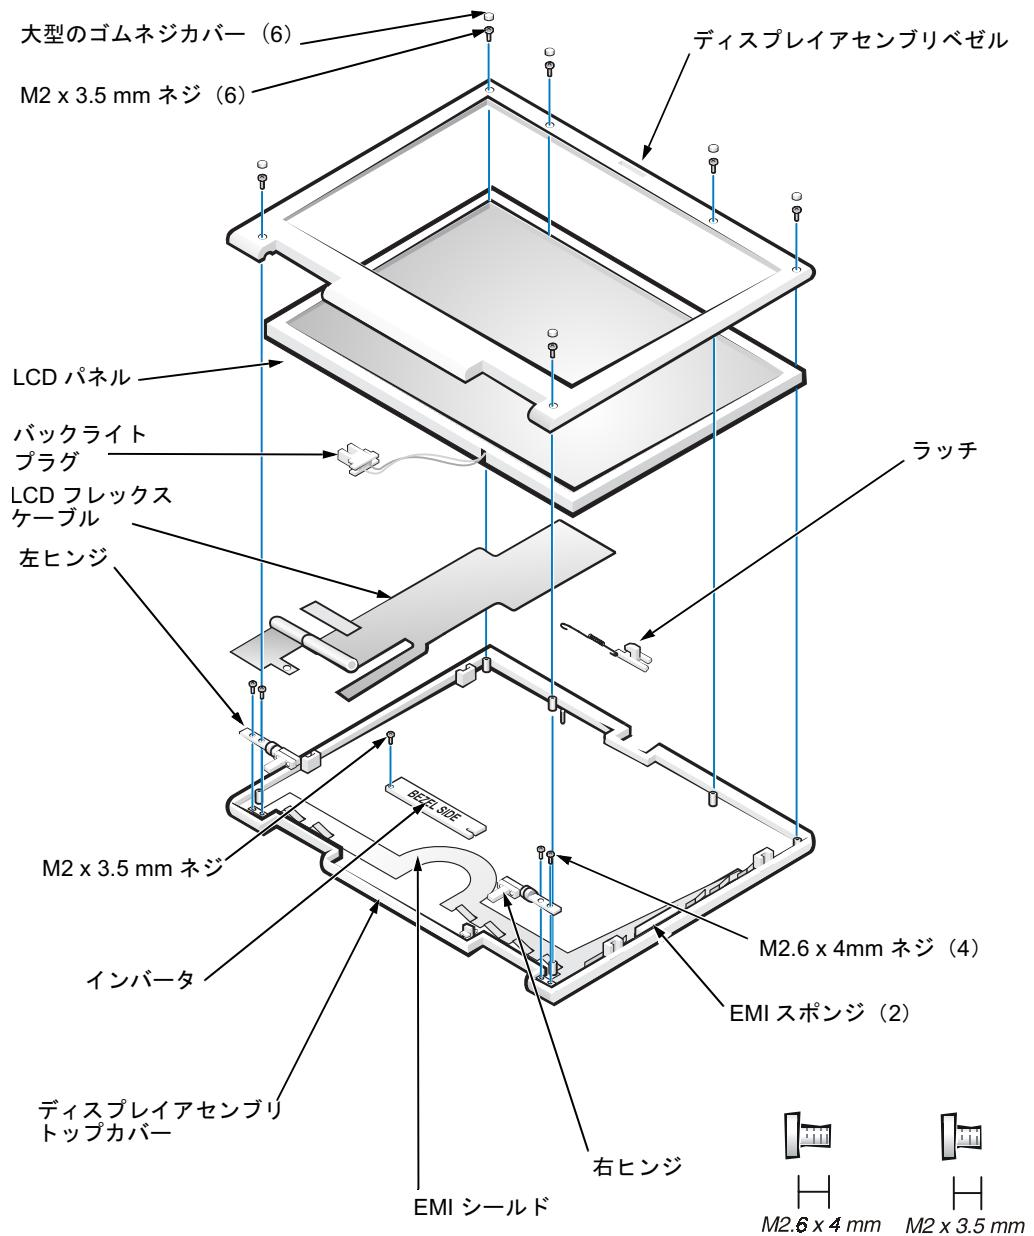

図9 ディスプレイセンブリベゼルの取り外し
1. ディスプレイセンブリ正面のベゼルの上下にある 6 つのネジ穴から 6 つのゴムネジカバーをスクリュードライバーを利用して慎重に取り外します（図9 参照）。
- ディスプレイアセンブリ正面のベゼルの上下にある 6 本の M2 x 3.5 mm ネジを取り外します (図 9 参照)。
4. 左ヒンジとトップカバーを固定している 2 本の M2.6 x 4 mm ネジを取り外します（図 9 参照）。
2. キーボードアセンブリの上部にある 4 本の M2 x 4 mm ネジを取り外します（図 9 参照）。